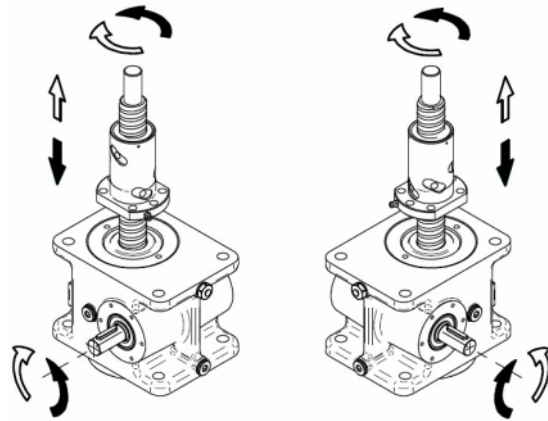

Abbildung 6.3 – Hubrichtung der Kugelgewinde-Hubgetriebe MA BS Mod.B und SJ BS Mod.B
- Um die Position der Kugelmutter ohne sie zu drehen zu ändern, drehen Sie die Eingangswelle des Kugelgewinde-Hubgetriebes in die richtige Richtung (siehe Abb. 6.3 bis 6.4).
- Bei einem Kugelgewinde-Hubgetriebe mit Faltenbalg (B): VERDREHEN SIE DEN BALG NICHT